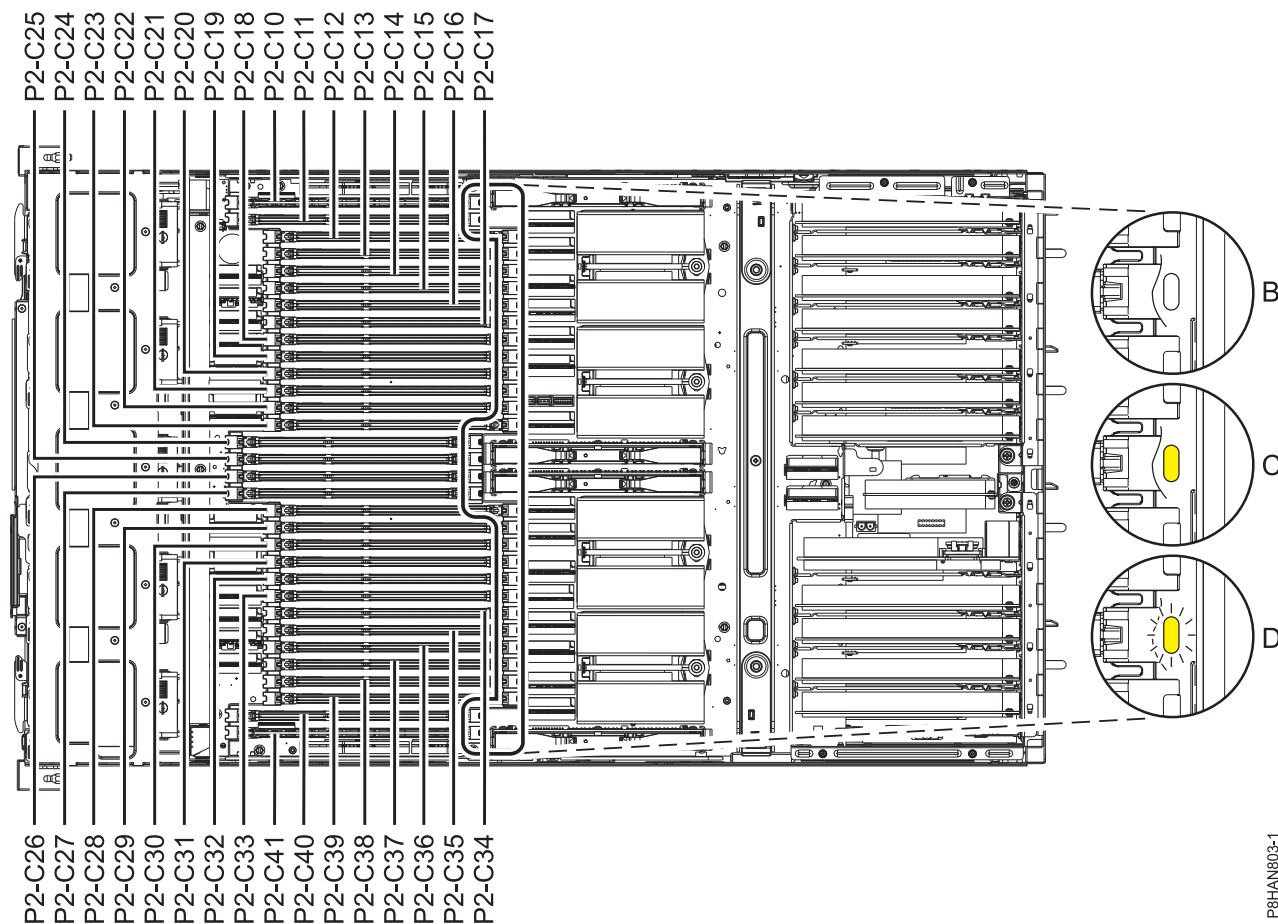

Figura 4. Localização das ranhuras de memória e LEDs
3. Localize o LED da ranhura de memória. A Figura 4 na página 7 demonstra a localização das ranhuras de memória e LEDs.